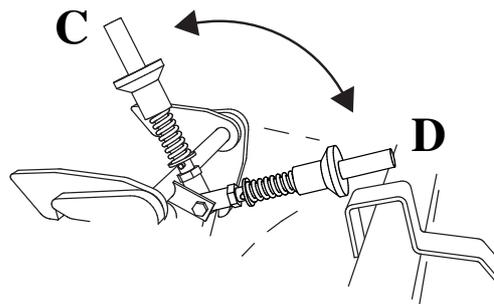

Рисунок 1.18
- 4 Сложите опору для устройства открытия транспортного фиксатора, чтобы фиксатор не открывался при опускании машины; см. на “Рисунок 1.18” положение (С).
- 5 Опустите каток на землю. Снова установите транспортный фиксатор, отведя опору для устройства открытия транспортного фиксатора; см. на “Рисунок 1.18” положение (D).